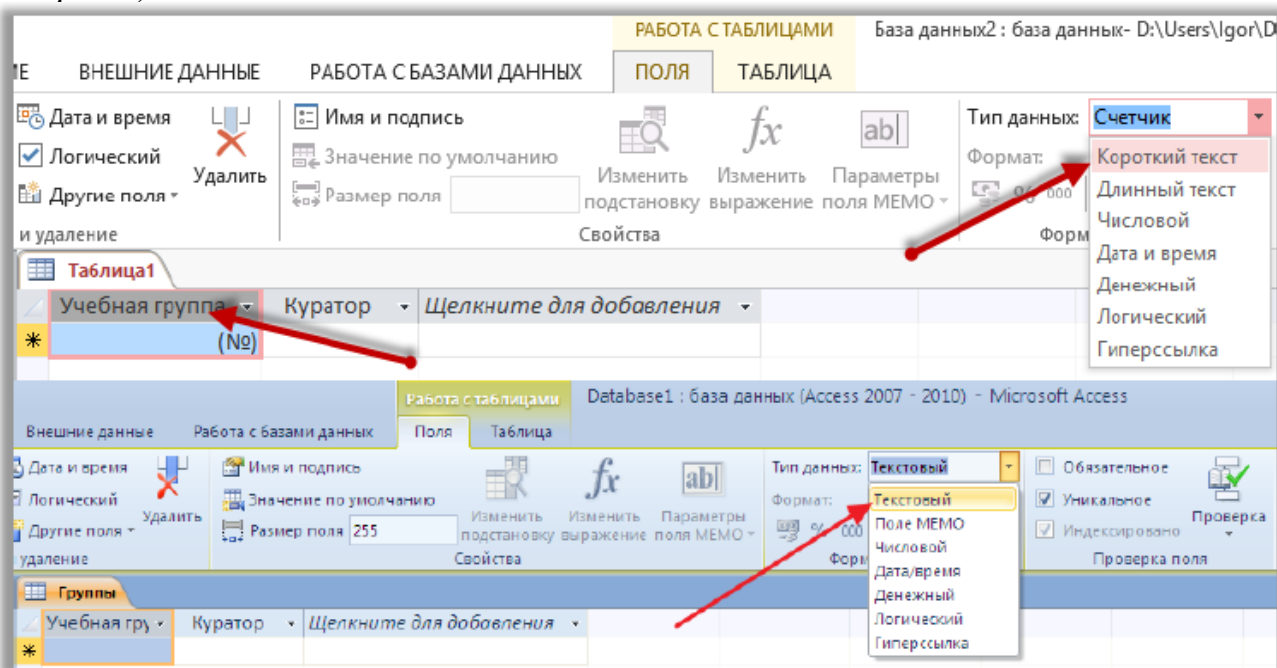

Рис. 5 – работа с таблицами
– Измените тип данных ключевого поля («Учебная группа»). Для этого можно использовать контекстную вкладку ленты «Поля» группы «Работа с таблицами» (см. рис.5)